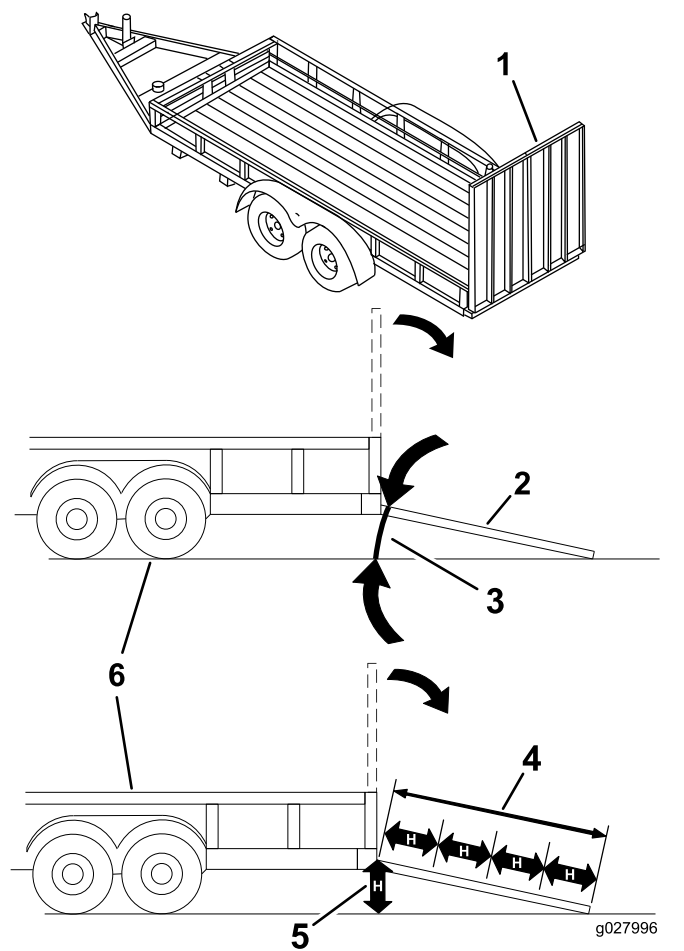

Figura 31
Quando si carica la macchina su un trailer o un autocarro si aumenta il rischio di ribaltamento, che può causare gravi ferite ed anche la morte (**Figura 31**).
3. Abbassate la rampa, assicurandovi che l'angolazione tra la rampa e il terreno non superi 15 gradi (Figura 31).
1. Abbassate la rampa, assicurandovi che l'angolazione tra la rampa e il terreno non superi 15 gradi (Figura 31).